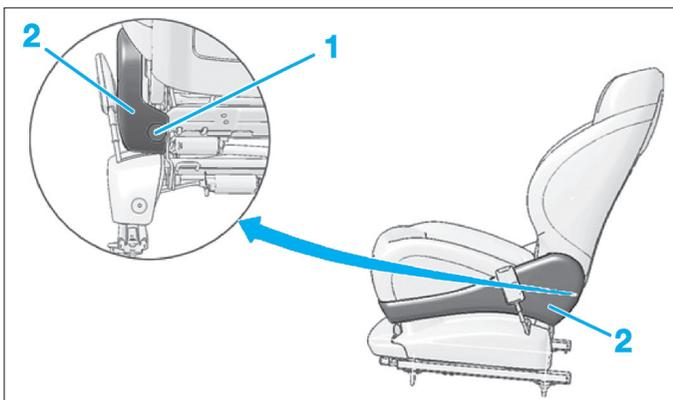

Fig. 23
- Déposer l'agrafe (1) de l'enjoliveur supérieur (2) (Fig.23).